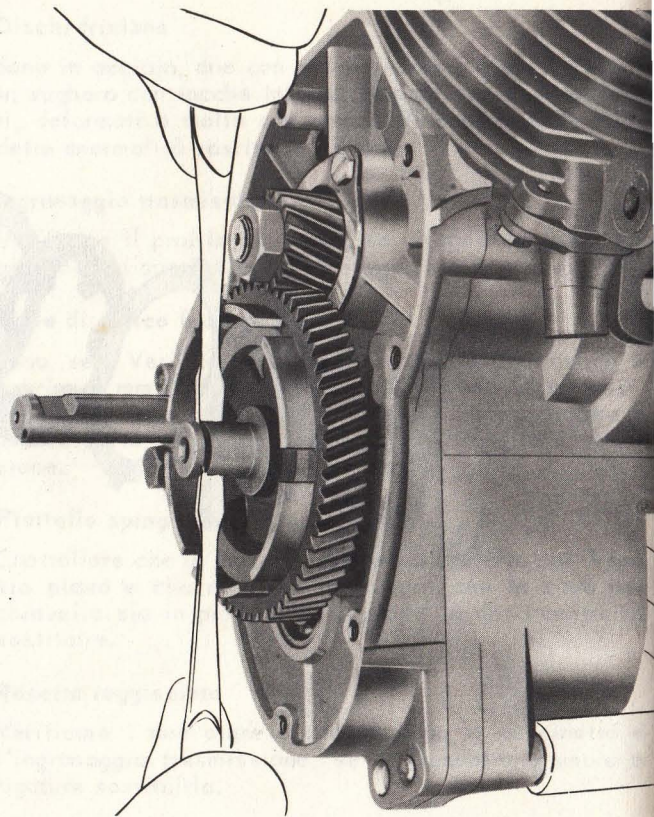

Fig. 30 - Montaggio dell'anello seeger per tenuta ingranaggio trasmissione
- 4) Montare sull'albero primario del cambio la rosetta reggispinta in bronzo, l'ingranaggio trasmissione e la rosetta di tenuta ingranaggio. Per poter montare l'anello seeger sull'albero primario occorre inserire nella cava per chiavella del suddetto albero due cacciaviti (vedere fig. 30) in modo da far leva e poter estrarre l'albero dal basamento quel tanto da rendere visibile la sede dell'anello seeger, montare poi il seeger curando che abbia lo spigolo rivolto verso l'esterno.